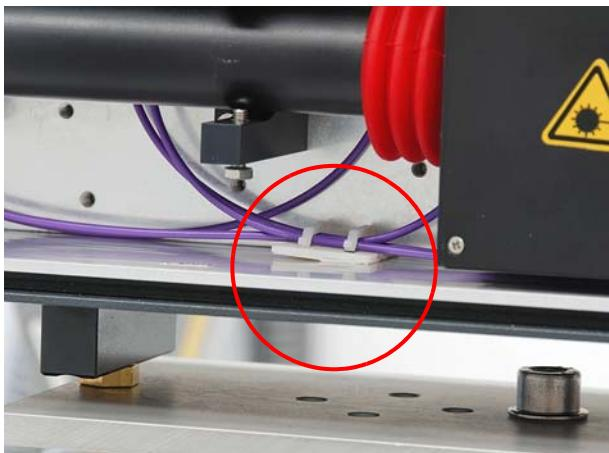

Abbildung 7.103 Halteklemmen der Glasfaser
7. Glasfaserleitung aus den Halteklemmen (siehe Abbildung 7.103, Seite 142) im Laserkopf entnehmen.